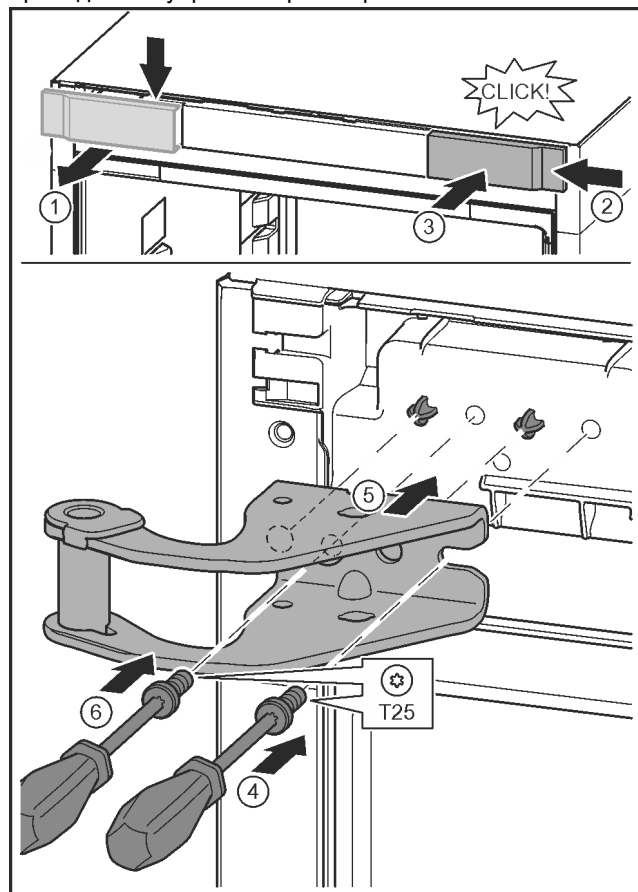

Fig. 14
- ▶ Отпустить крышку и снять боку. Fig. 14 (1)
- ▶ Навесить крышку, повернув ее на 180°, справа с другой стороны. Fig. 14 (2)
- ▶ Крышку зафиксировать. Fig. 14 (3)
- ▶ Установить винт отверткой T25. Fig. 14 (4)
- ▶ Установить верхний опорный кронштейн. Fig. 14 (5)
- ▶ Затянуть винт. Fig. 14 (4)
- ▶ Вставить и затянуть винт отверткой T25. Fig. 14 (6)